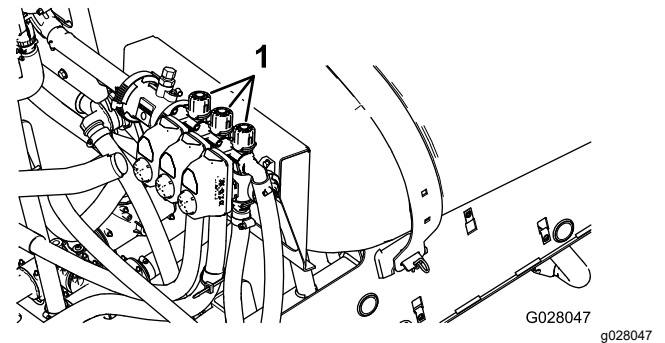

图 86
- 关闭左喷洒臂段开关并调节左喷洒臂段旁通阀 图 86 直至压力读数达到先前的调节水平通常为 2.75bar。
- 调节右喷洒臂段旁通阀 图 86 直至压力读数达到先前的调节水平通常为 2.75bar。
- 调节中间喷洒臂段旁通阀 图 86 直至压力读数达到先前的调节水平通常为 2.75bar。